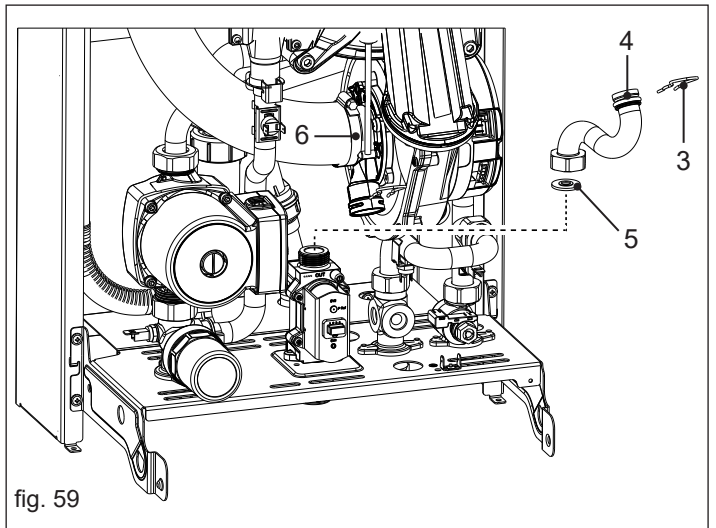
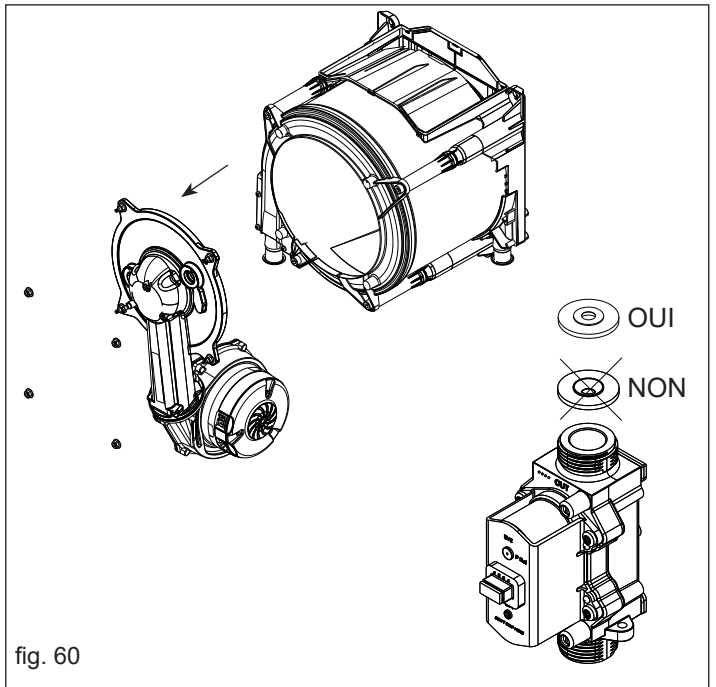

fig. 59
fig. 60
- Débranchez les connecteurs électriques du ventilateur (2-fig. 59)
- Retirez le clip (3-fig. 59), desserrez l'écrou et retirez le tuyau de gaz (4-fig. 59).
ATTENTION : Faites attention à la position de l'orifice du gaz (5-fig. 59).
- Desserrez le collier de serrage du tuyau d'admission d'air sur le mélangeur (6-fig. 59) et retirez le tuyau d'admission d'air du mélangeur.
- Enlevez les écrous qui fixent la porte à l'échangeur et retirez la porte (fig. 60).
- Remontez les composants dans l'ordre inverse en veillant à ce que la partie arrondie de la buse soit positionnée vers la valve (fig. 60).
- Retirez les vis (A) et desserrez les deux autres (B) qui fixent le ventilateur à la porte.
- Remontez les composants dans l'ordre inverse en veillant à ce que l'orifice soit dans la bonne position (voir fig. 60).